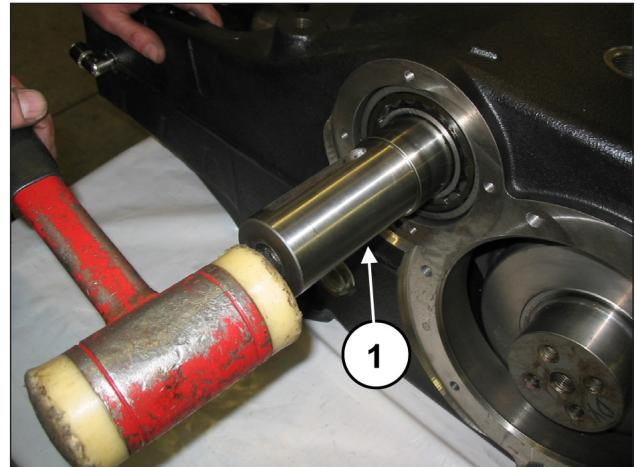

Fig. 31
Mediante l'utilizzo di una massa battente (pos. ①, Fig. 31) estrarre l'albero PTO da uno qualsiasi dei due lati (pos. ①, Fig. 32).